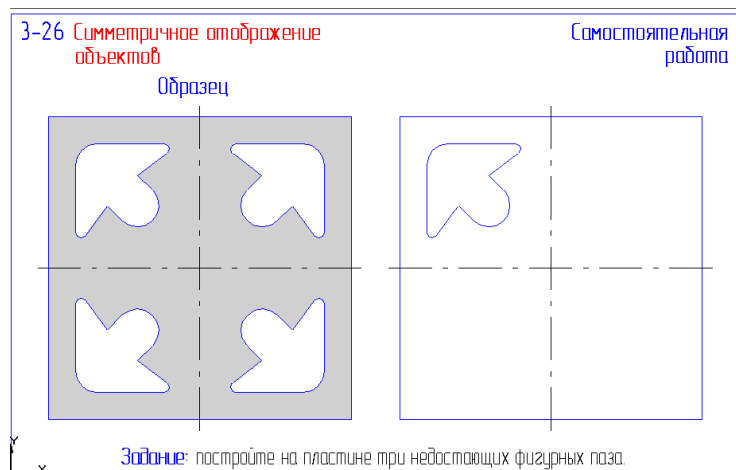

Рис. 32
34. Откройте файл фрагмента 3-26 (рис. 32) и выполните задание по образцу. Результат сохраните.